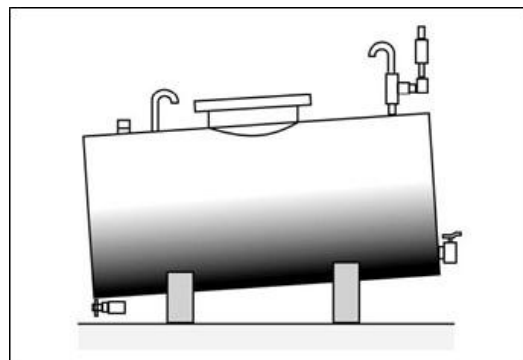

Abb. 229 – POSITION DES LAGERTANKS
5. Der Auslaufhahn sollte sich etwa 75 mm über dem Boden des Tanks befinden, damit sich Wasser und Schlamm absetzen können. Es sollte ein abnehmbares Sieb haben. Der Lagertank sollte ein Gefälle von ca. 4 cm pro Meter nach hinten (Seite des Ablassstopfens) aufweisen (Abb. 229).